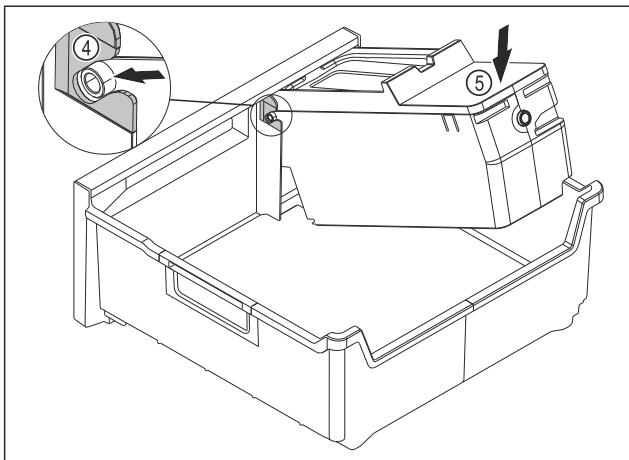

Fig. 149
- ▶ EasyTwist-Ice-Korpus montieren: Achsen des EasyTwist-Ice-Korpus in die Führungen Fig. 149 (4) einstecken.
- ▶ EasyTwist-Ice-Korpus Fig. 149 (5) hinten nach unten drücken.